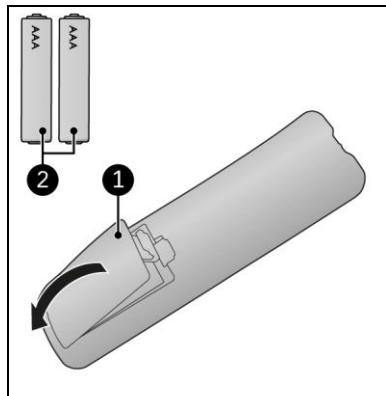

Abbildung 13
1. Entfernen Sie die Abdeckung (Abbildung 13, Pos. 1).
3. Legen Sie zwei Batterien (AAA 1,5 V) (Abbildung 13, Pos. 2) wie im Batteriefach angegeben ein. Stellen Sie sicher, dass die Batterien richtig eingelegt sind.